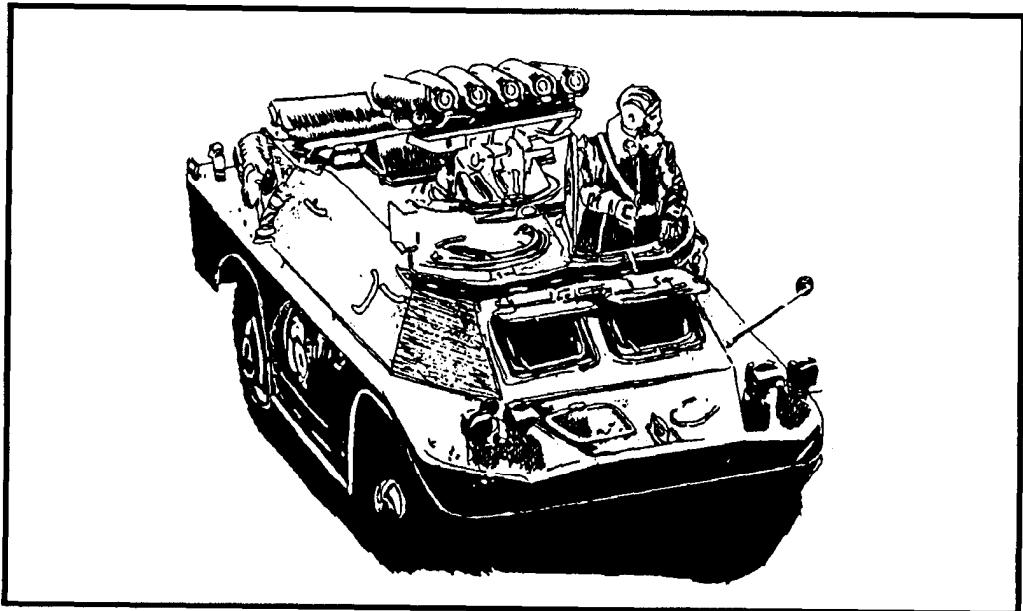

Figure F-8. AT-5 Spandrel.
- d. **AT-5 Spandrel** (Figure F-8).